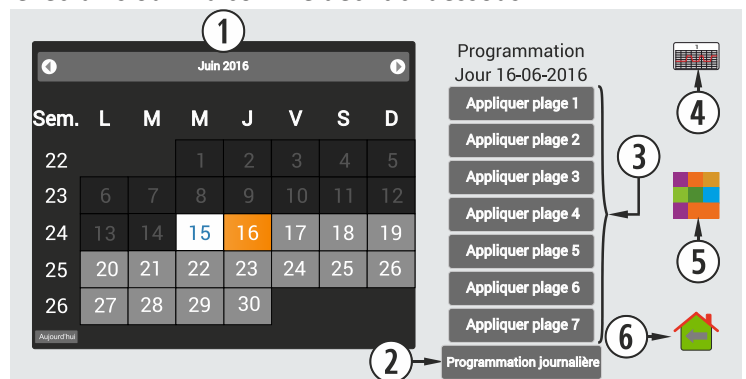

Figure 48
Pour accéder à la programmation hebdomadaire, il faut cliquer sur son icône (*figure 48*) et accéder à l'écran de programmation. Il doit indiquer sur chaque jour de la semaine quel modèle nous voulons utiliser e, **enregistrer** la programmation et, après, activer la programmation comme indiqué dans le point ④ de la *figure 51*.